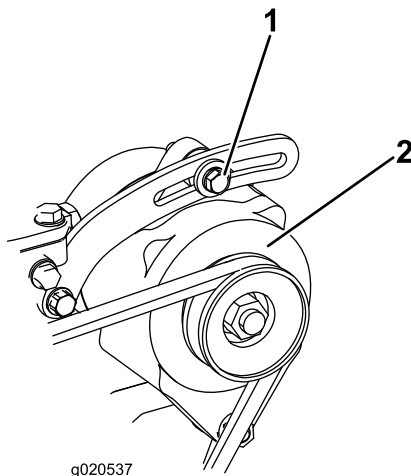

Figura 75
2. Si la desviación no es de 10 mm, afloje los pernos de montaje del alternador (Figura 75). Aumente o reduzca la tensión de la correa del alternador y apriete los pernos. Verifique de nuevo la desviación de la correa para asegurarse de que la tensión es la correcta.